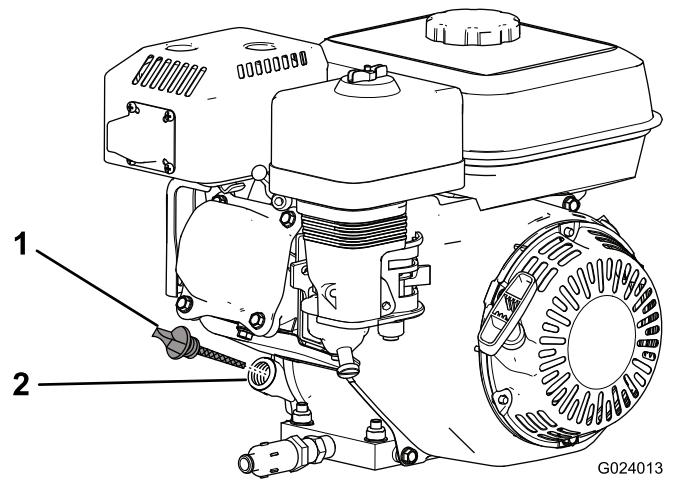

图17
2. 关闭发动机，等待发动机冷却，然后清洁加油颈盖/量油尺附近的区域（图17）。